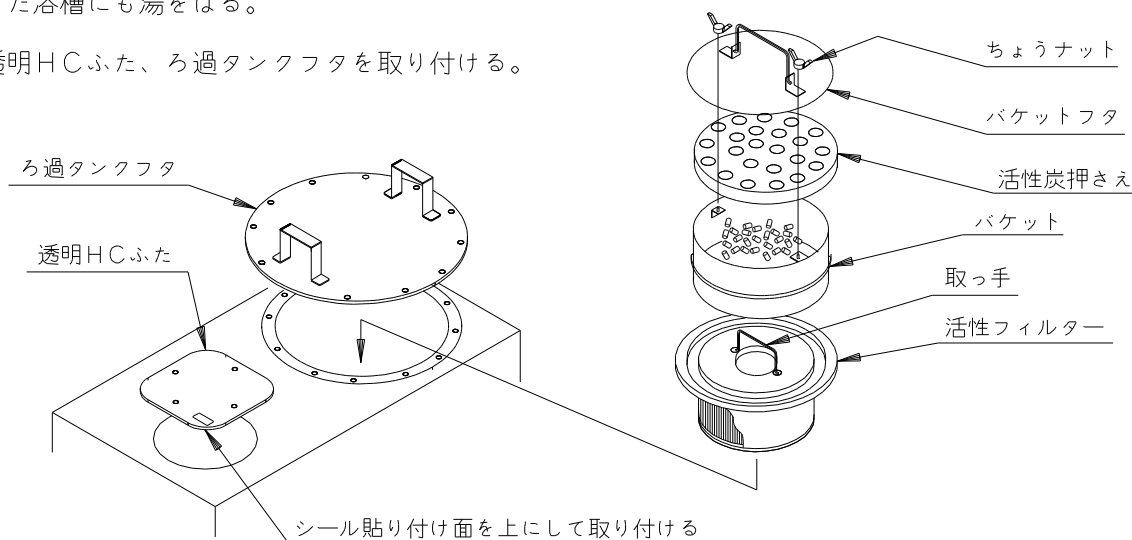

図10-2 活性炭、活性フィルターのセット
- ② 透明HCふた、ろ過タンクフタを取り外す。
- ③ ろ過タンクに下から活性フィルター、バケットの順に入れる。（図10-2参照）